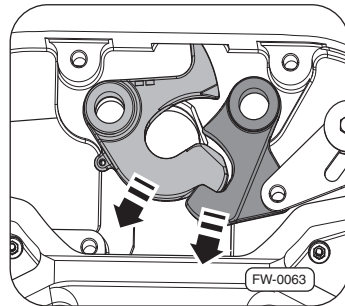

Abb. 34 · Schlosstück und Verschlussklinke ausbauen
- Das Schlosstück und die Verschlussklinke von der Sattelplatte in Pfeilrichtung entnehmen ⇒ Abb. 34.